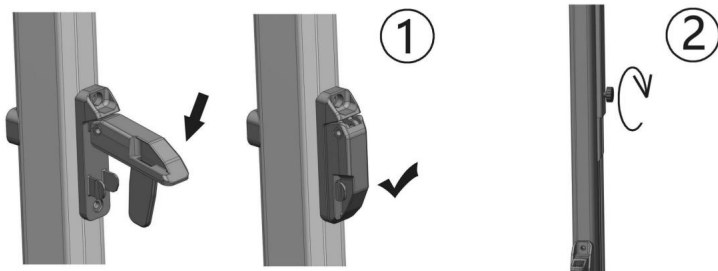

Abbildung D18
4.2.7 Drücken Sie die Verfahrsperrung in der Mitte des Tragarms nach unten und ziehen Sie die Schraube der Innenstange fest. Die Markise ist geschlossen. (Bild D18)